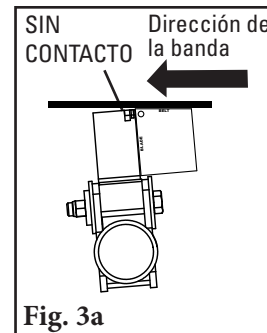
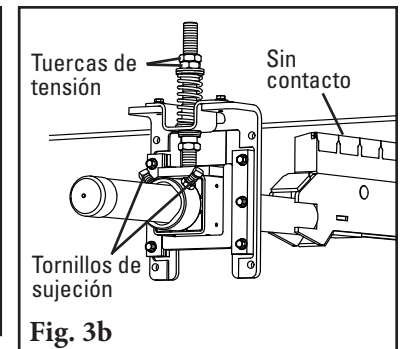

Fig. 3a
Fig. 3b
3. **Establezca el ángulo de la hoja.** Centre el eje/hojas en la banda. Gire el eje hasta que la hoja quede a 5° utilizando el calibrador de ajuste que se proporciona (Fig. 3a). Apriete los dos tornillos de sujeción en cada montaje de eje de torsión para bloquear el eje en su lugar (Fig. 3b). No debe haber contacto de la hoja a la banda mientras bloquea el eje en la posición correcta. Si hay contacto, revise dos veces la medida del Paso 1. **NOTA:** Para un rendimiento óptimo de limpieza se recomienda desbastar los empalmes mecánicos de la banda.